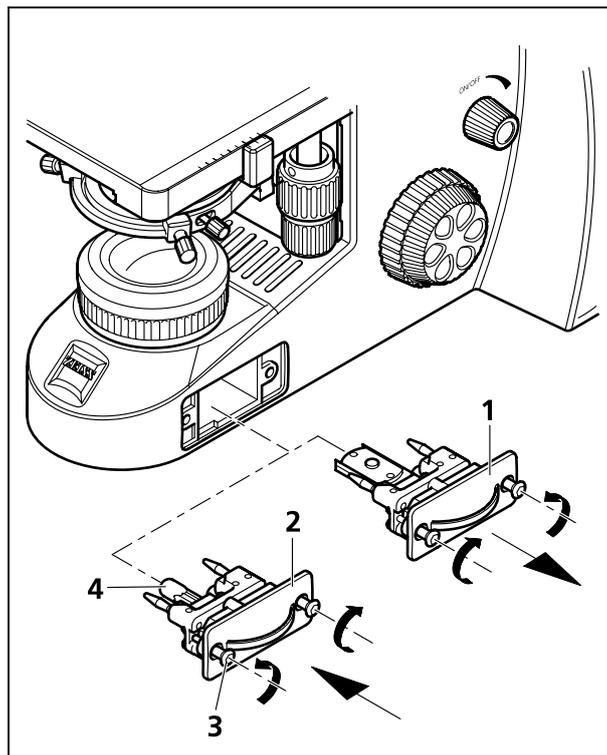

图13 更换 6 V / 30 W 卤素灯泡或发光二极管照明设备
- 松开两个照明模块(图 13/1 或 2) 的锁紧螺丝(图 13/3)。为此螺丝轻推弹簧旋转 90°：左边螺丝顺时针，右边螺丝逆时针。
- 把照明模块(图 13/1 或 2) 从主机中抽出。
- 如果主机装备有 6 V / 30 W 卤素灯泡(图 13/2)，将旧的卤素灯泡(图 13/4) 从照明托架中抽出插入新的卤素灯泡。新灯泡切勿用手摸，以免减弱灯泡寿命。
- 如果主机装有发光二极管照明设备，则更新整个照明模块包括发光二极管(图 13/1)。
- 将照明托架(图 13/1 或 2) 插入主机，用两个螺丝(图 13/3) 锁紧。为此螺丝轻推弹簧旋转 90°：左边螺丝逆时针，右边螺丝顺时针。